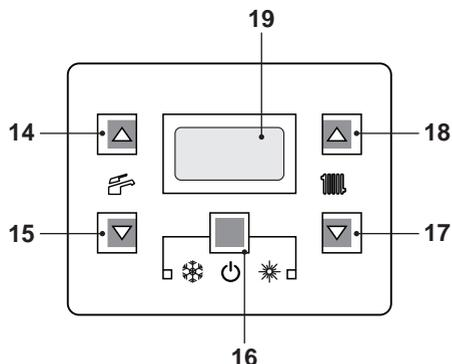
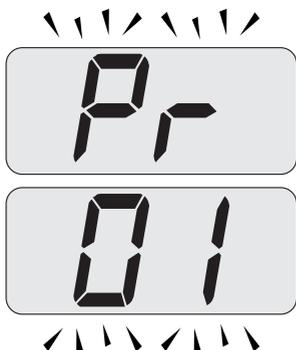
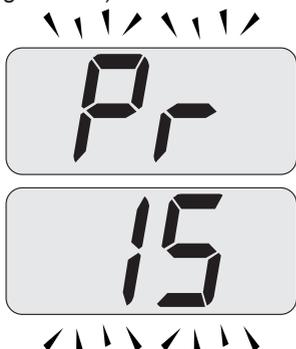

Figura 5.44
Figura 5.45
Figura 5.46
- Entrare in "modalità programmazione" premendo contemporaneamente per 10 secondi i tasti 16- 17- 18(Figura 5.44) fino a far apparire sul display LCD le lettere **Pr** che si alternano con il codice **01**, indicanti l'entrata nel "parametro 01"(Figura 5.45).
- Scorrere i vari parametri utilizzando i tasti 17o 18fino a far apparire sul display LCD le lettere **Pr** che si alternano con il codice **15**, indicanti l'entrata nel "parametro 15"(Figura 5.46).
- Premere contemporaneamente i tasti 16e 18(Figura 5.44) fino a far apparire sul display LCD il valore del parametro 15 (Figura 5.47).
- Premendo il tasto 16(Figura 5.44) si ottiene la conferma del valore inserito.
- Premendo contemporaneamente i tasti 16e 17(Figura 5.44) si esce senza modificare il valore (ritorno alla lista parametri Figura 5.46)
- Premendo contemporaneamente per 10 secondi i tasti 16- 17- 18(Figura 5.44) si esce dalla "modalità programmazione".
Comunque se la temperatura ambiente non dovesse essere confortevole si può aumentare o diminuire la temperatura di mandata dell'impianto riscaldamento di $\pm 15^{\circ}\text{C}$ agendo sui tasti 17(diminuzione) e 18(aumento) (Figura 5.44).